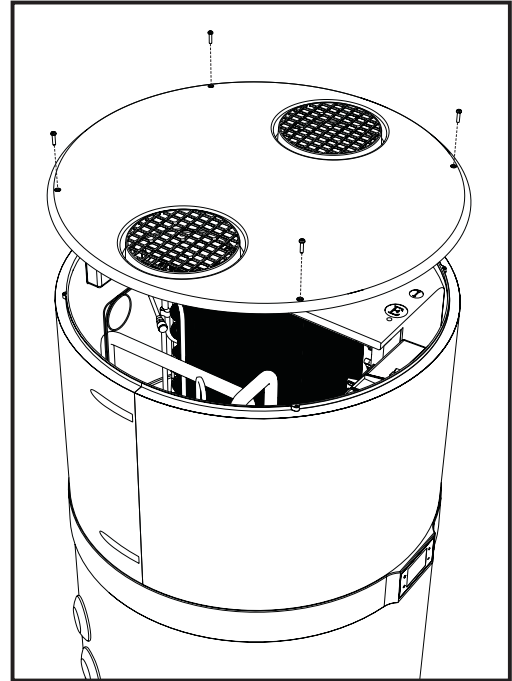

fig. 41 - Rimozione copertura superiore
- Rimuovere la copertura superiore svitando prima le apposite viti di bloccaggio (fig. 41).